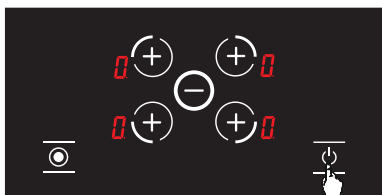

Рисунок 11
1.  Нажмите кнопку, чтобы включить варочную панель. (см. Рис. 11)